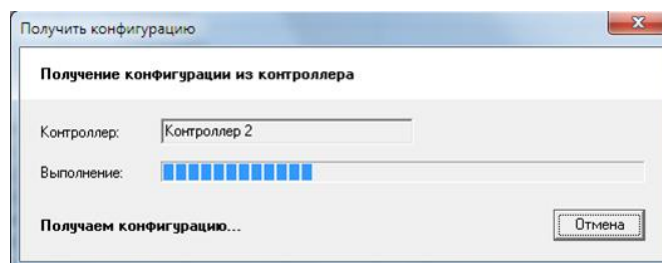

Рисунок 392 – Получение конфигурации из контроллера
- 7) Нажмите кнопку "Выбрать" в окне "Выбор контроллера", на экране отобразится процесс чтения конфигурации (см. Рисунок 392). Дождитесь окончания обмена данными с контроллером.